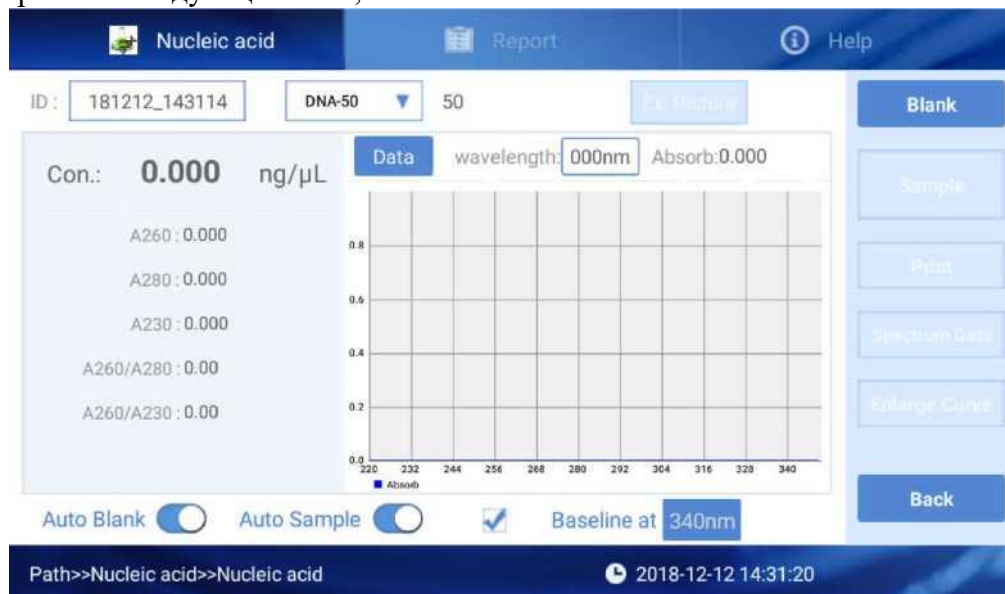

Рис. 4.3. Начальное окно детектирования нуклеиновых кислот
На рис. 4.3 представлены три опции «Nucleic Acids», «Report», «Help» для разных функций.
1) В окне на рис. 4.3 можно нажимать только на светло-синюю область.
① ID: : Номер партии пробы. Значением по умолчанию является текущее время, а пользователи также могут самостоятельно редактировать этот идентификационный номер. Один идентификационный номер (ID) может включать в себя до 1000 результатов детектирования.
② : Нажмите, чтобы выбрать тип нуклеиновой кислоты. DNA-50 означает двунитевую ДНК, RNA-40 означает РНК, ssDNA-33 означает одонитевую ДНК. Если выбрать «others» и ввести коэффициент нуклеиновых кислот, прибор выполнит вычисление в соответствии с заданными настройками.
③  : выполните холостое измерение буферного раствора. Этот шаг крайне важно выполнить перед измерением. Значение оптической плотности при холостом измерении находится в диапазоне 0,004–0,03 Б. Срок действия контрольного холостого измерения составляет 30 мин, а после 30 мин система автоматически напомнит о необходимости проведения холостого детектирования. Если холостая калибровка оказалась безуспешной, в правом верхнем углу появится иконка  . Нажмите на нее, чтобы изучить подробную информацию предупреждения.
④   :. Можно выбрать или отменить калибровку базовой линии. Длина волны по умолчанию для калибровки базовой линии составляет 340 нм. Пользователь также может ввести длину волны в соответствии с необходимостью. При любом эксперименте базовая линия автоматически задана в качестве значения оптической плотности для выбранной длины волны. Все результаты должны быть за вычетом этого значения.